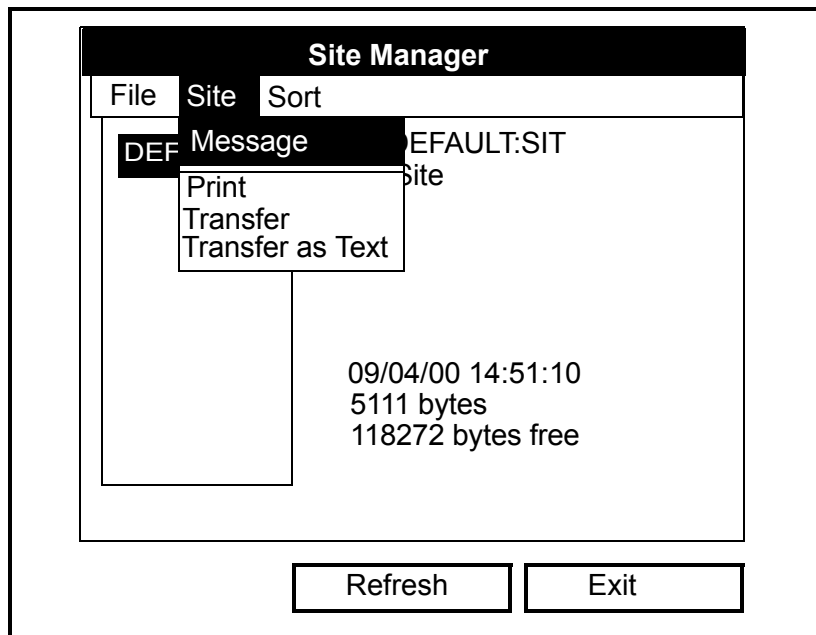

Figura 4-11: O Site Manager>Site Menu (Gestor de Local - Menu Local)
3. Pressione [ENTER] e surgirá uma janela semelhante à da Figura 4-11 em baixo.
2. Pressione a seta direccional [▶] uma vez para se deslocar do menu *File* (Ficheiro) até ao menu *Site* (Local) (consulte Figura 4-11 na página 4-10).